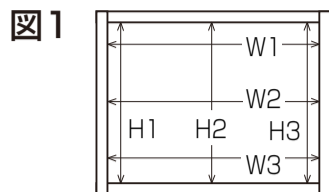

図2
②取付ける開口部のそれぞれのたわみが、図2に示す量以内であることを確認してください。(図2)